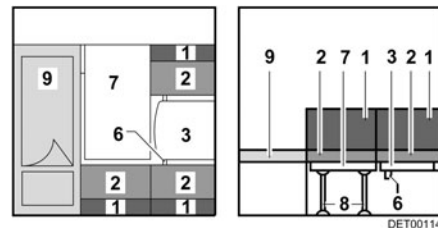

Fig. 75 Durante la transformación
- Enganchar la mesa en el listón de sujeción inferior (Fig. 75,6) y colocarla en el listón.
- Desplegar la tabla adicional (Fig. 75,7).
- Colocar los pies de apoyo (Fig. 75,8) en la tabla adicional.
- Colocar la tabla adicional junto a la cama (Fig. 75,9).